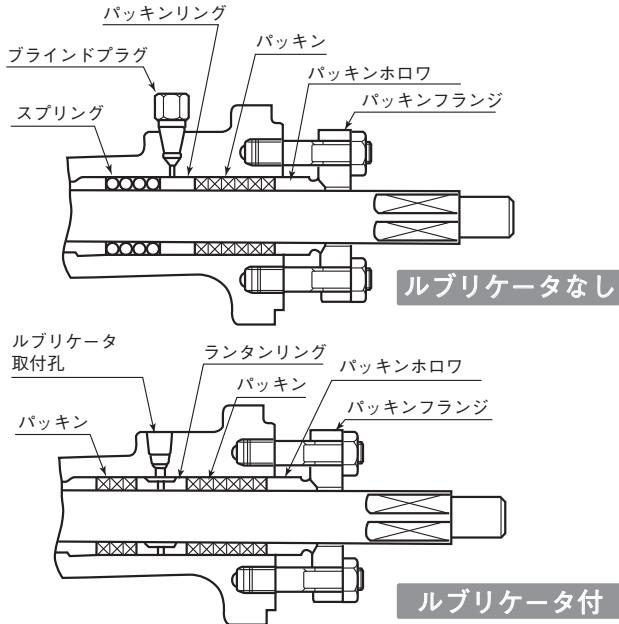

図3-6 パッキン部
- 【4】 グランド部品を組み付けます。ルブリケータのない場合とある場合はパッキンに注意してください。組立手順は図3-6を参照してください。